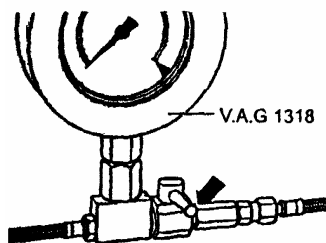

图 3-32 关闭压力测试仪截止阀
(4) 关闭点火开关，在 10 分钟后，保持压力应大于 2.0bar。这说明密封性和保持压力良好。如果压力降到 2.0bar 以下，启动发动机并怠速运转，在压力建立起来后，关闭点火开关，同时关闭 V.A.G1318 的压力测试仪的截止阀，即使开关手柄同流动方向垂直，如图 3-32 所示。如果压力不下降，检查燃油泵的回流阀；如果压力又下降，打开压力测试仪 V.A.G1318 的截止阀，启动发动机并怠速运转，在建立起压力后，关闭点火开关同时将回流管夹紧，如果压力不下降，检查管路连接、在燃油管上的 O 形圈和喷油器是否泄漏。